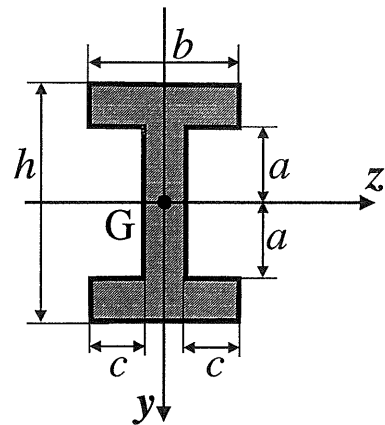

図2
2. 図2に示す図形に対し、図心 G を通る z 軸に関する断面2次モーメントを求めよ。